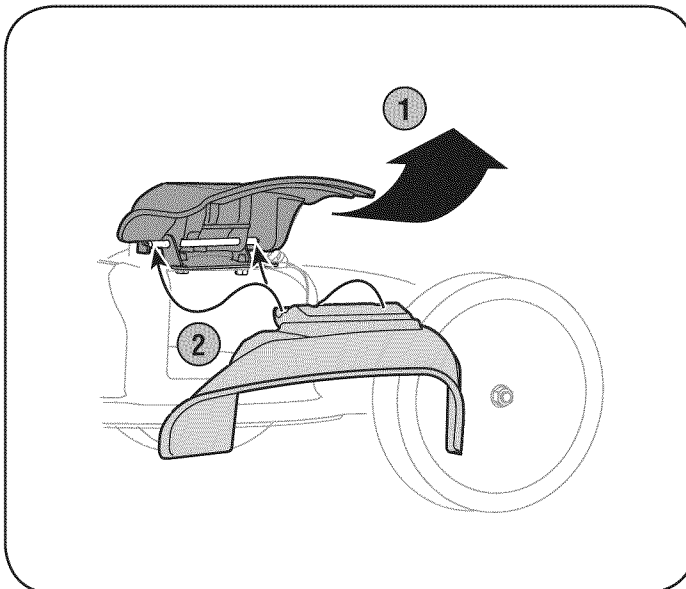

Figura 7
1. En el costado de la podadora, levante el adaptador para abono. Vea la Figura 7.